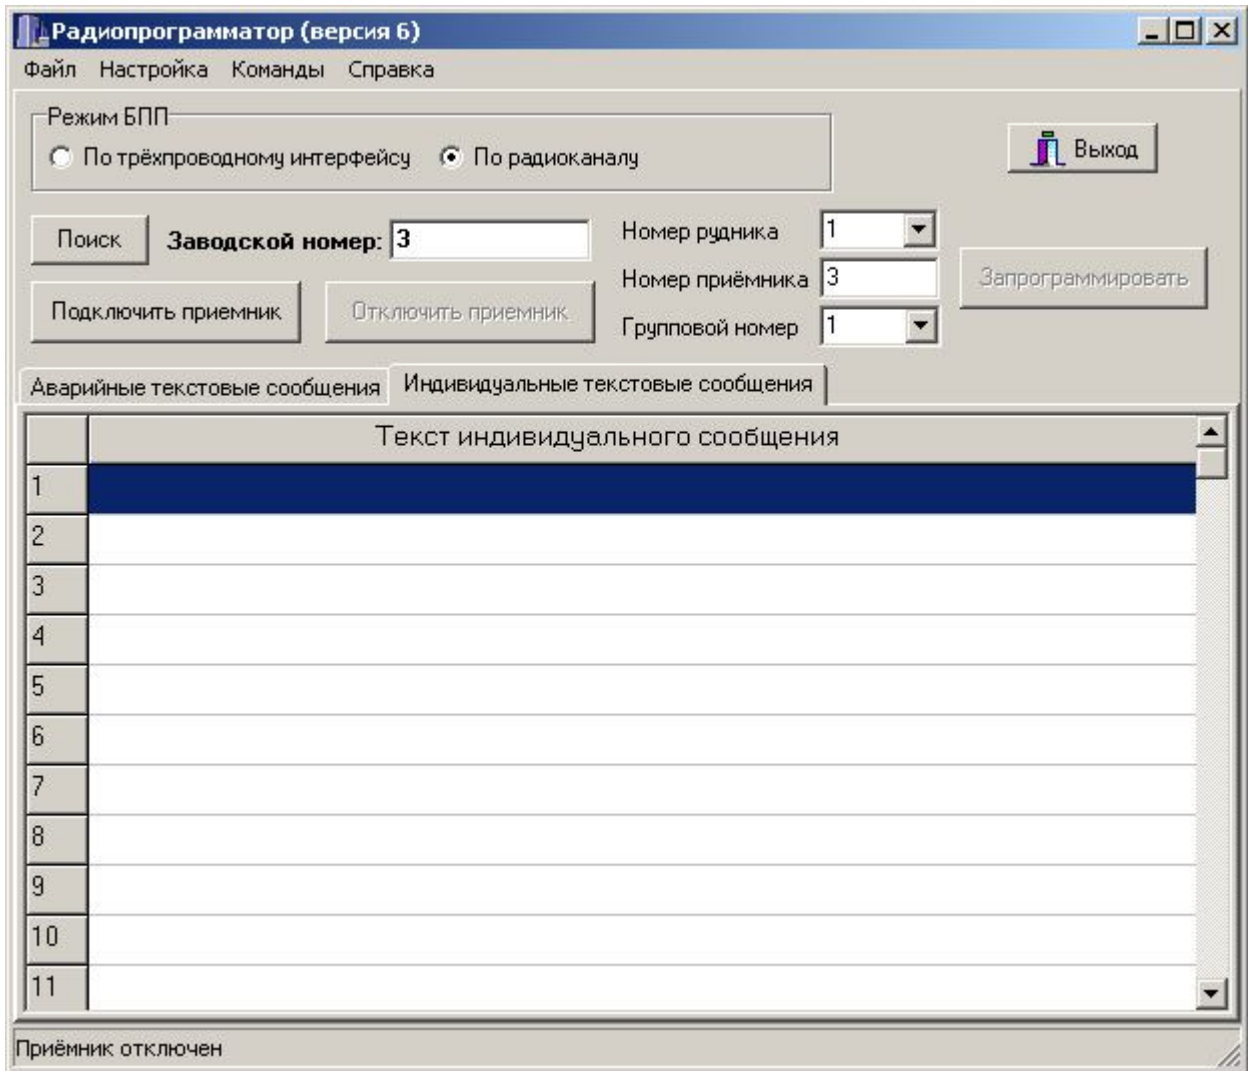

Рис.1
3.1.3. Включить режим программирования по радиоканалу, для чего в окне программы зависимый переключатель «Режим БПП» установить в положение «По радиоканалу» (см. рис.1).